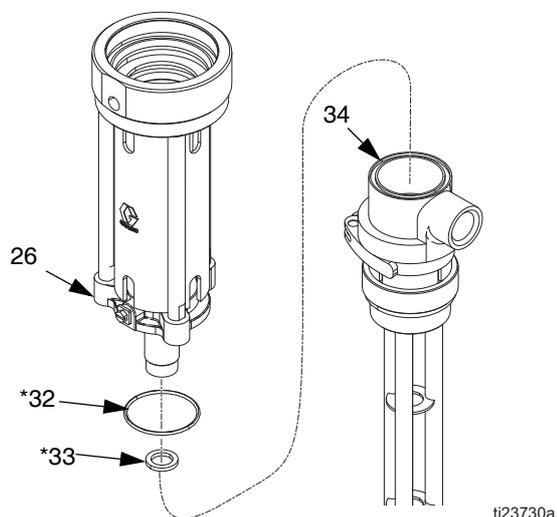

Рис. 23
11. Снимите крепежный фланец (26) с корпуса насоса (34). Снимите уплотнительное кольцо (32*) и шайбу из тефлона (33*) с корпуса насоса (34). Осмотрите все детали на наличие повреждений. См. Рис. 23.